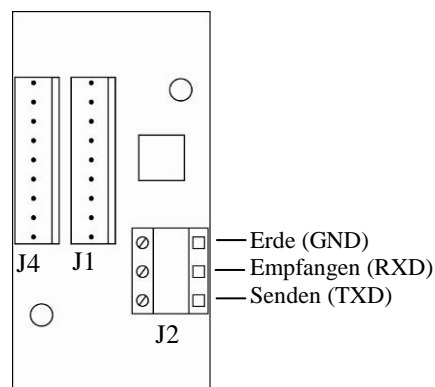

Abbildung 2.2 RS232-Anschlüsse
- Schließen Sie die Drähte an Klemmenblock J2 an (siehe Abb. 2.2).